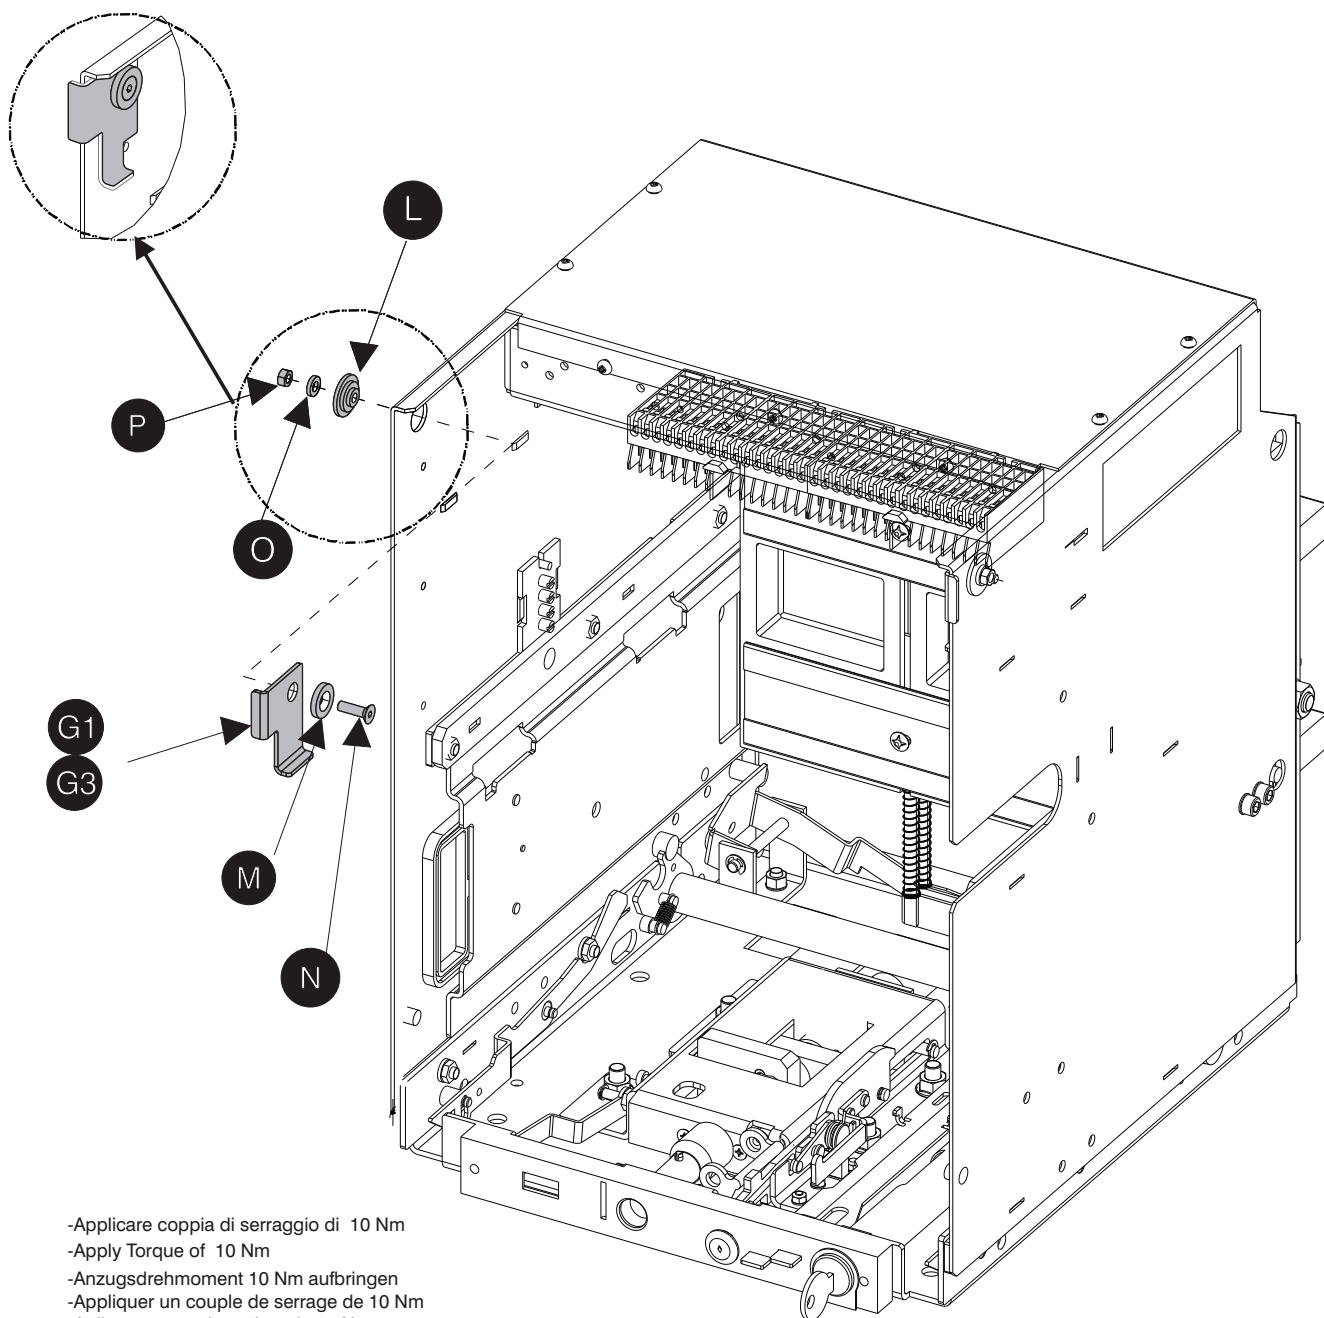

Fig.26
- Assemble the parts shown in figure 26 from M-PACT.
- Montieren Sie die in Abbildung 26 gezeigten Teile aus der M-PACT/M-PACT plus FR1-Kassette
- Assemble the parts shown in figure 26 from the cassette M-PACT/M-PACT plus FR1